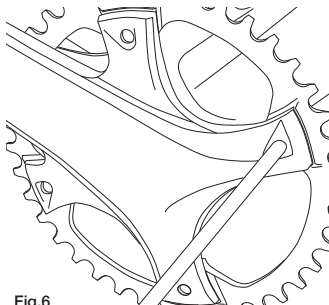

Fig.6
- E' possibile raggiungere le viti anche dalla parte esterna della bicicletta, ma fate attenzione a non danneggiare la superficie della guarnitura e fate attenzione che il verso di rotazione della chiave sarà quindi opposto al normale verso (Fig. 6).